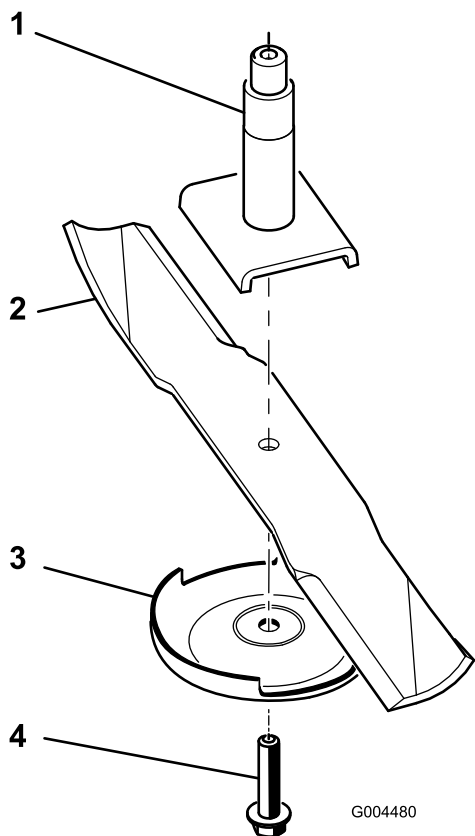

Рисунок 68
2. Поверните болт ножа по часовой стрелке, чтобы снять его (Рисунок 68).
3. Снимите защитную пластину и нож с вала шпинделя (Рисунок 68).